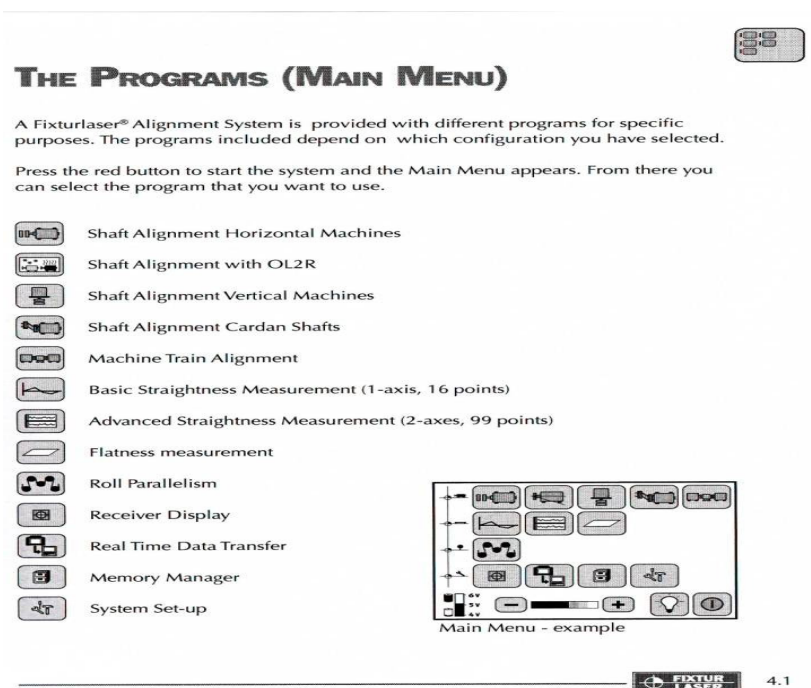

Figura 1 – Menu Principal
2.1 Coloque o aparelho no menu principal e observe a tela do seu ângulo normal de visão (figura 1).
6.1.1 Os ângulos e valores de desalinhamento são usados para determinar a qualidade do alinhamento (ver simbologia na figura 1). Estes valores são comparados com as tolerâncias de alinhamento para determinar a correção necessária. Os valores indicados nos pés da máquina a ser movida, indicam onde e quanto a correção deve ser efetuada (figura 6).